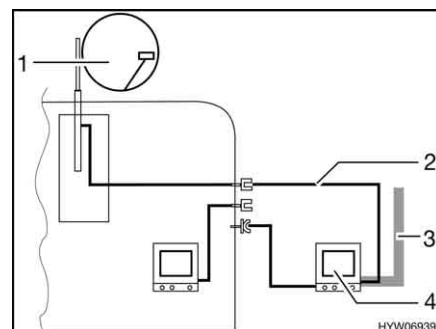

Fig. 71 TV nella tenda veranda
- TV nella tenda veranda (Fig. 71,4): Collegamento all'antenna del tetto (Fig. 71,1) con cavo di collegamento (Fig. 71,2)
- TV nella tenda veranda (Fig. 71,4): Collegamento a antenna esterna (Fig. 71,3)